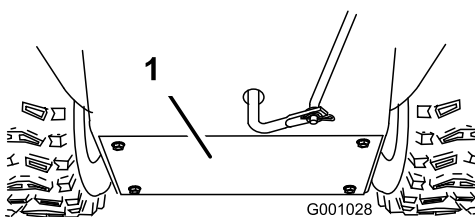

**Figure 54**
Graissez légèrement l'arbre hexagonal une fois par an avec de l'huile moteur de type automobile (Figure 54).
**Important:** Veillez à ne pas faire couler d'huile sur la roue en caoutchouc ou le plateau d'entraînement à friction en aluminium, sinon la transmission patinera (Figure 54).